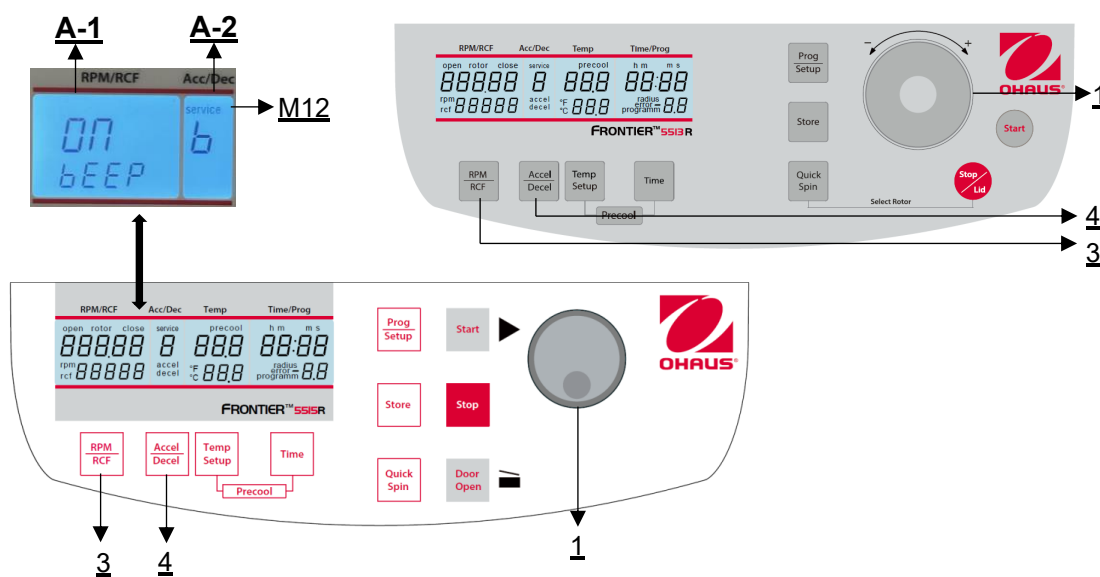

Abbildung 30
Gehen Sie wie unter Punkt 4.1.1 beschrieben vor, um in diesen Programmmodus zu gelangen und drücken Sie dann die Taste **"Accel/Decel"** (4). Im Display **"Acc/Dec"** (A-2) blinkt das Wort **"Service"** (M12). Wählen Sie nun mit dem Touch wheel (1) den Buchstaben **"b"**. aus. Daraufhin erscheint in der Anzeige **"RPM | RCF"** (A-1) das Wort **"ON/BEEP "**. Nach Drücken der Taste **"RPM | RCF"** (3) können Sie mit dem Touch wheel (1) den Tastatursound (On) oder (Off) ein- bzw. ausschalten (**siehe Abbildung 30**).